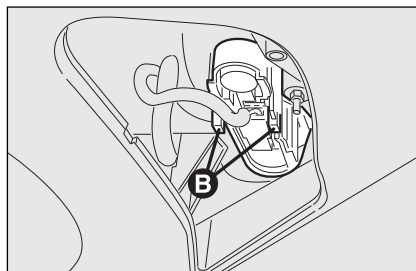

fig. 36
- maak de borglippen **B-fig. 36** los en verwijder de lamphouder;
- plaats de lamphouder en maak de borglippen **B-fig. 36** op de juiste wijze vast;